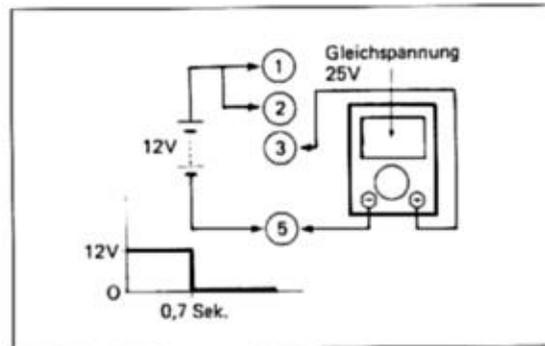

Bild 55
● Batterie wie oben beschrieben an Klemmen ①, ② und ⑤ anschliessen (Bild 55).